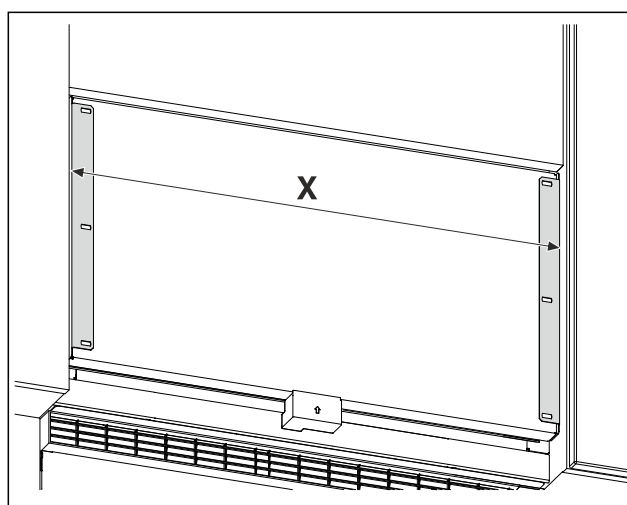

Fig. 25 Vejledende illustration
- Mål afstanden Fig. 25 (X) mellem beslagenes yderkanter.